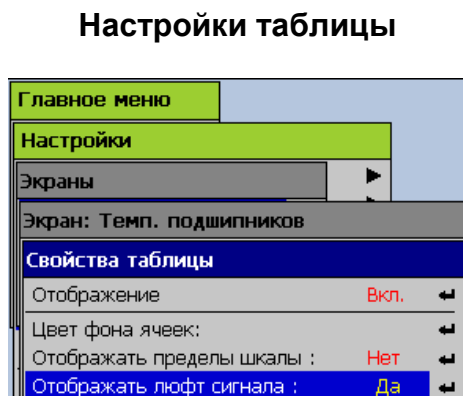

Рисунок 2.43
Неподвижные фоновые элементы мнемосхемы создаются на ПК с помощью любой программы редактирования растровых изображений и сохраняются в графический файл. В качестве изображения также может использоваться непосредственно фотография, контролируемого объекта или узла. Рекомендуемый размер файла изображения не должен превышать 1280x1024 точек. Допустимые расширения файлов изображений: *.bmp, *.jpg, *.gif, *.png. Все изображения, предназначенные для использования в мнемосхемах регистратора, загружаются на USB-flash накопитель в директорию **PMT_IMG** (все символы латинского алфавита!). Для добавления/изменения фонового изображения мнемосхемы используется первый слева элемент (1) на панели инструментов (см. рисунок 2.43а), после нажатия Enter на котором произойдет считывание с вставленного заранее съемного USB-flash накопителя файлов изображений и отображение их в списке (6) для выбора.
Рисунок 2.43а
Рисунок 2.43б
Рисунок 2.43в